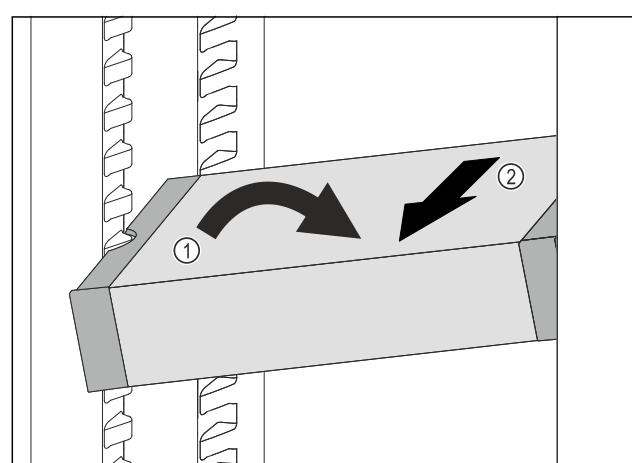

Fig. 124
- Incliner le VarioSafe dans la partie réfrigérateur. Fig. 124 (1)
- Sortir le tiroir VarioSafe par l'avant. Fig. 124 (2)